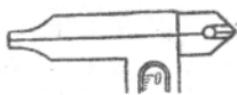

图 10 游标卡尺
**第10条 游标卡尺(如图10所示)：**两卡脚靠紧后，須无间隙，此时游标尺和主尺刻度的零綫亦須重合。刻度要